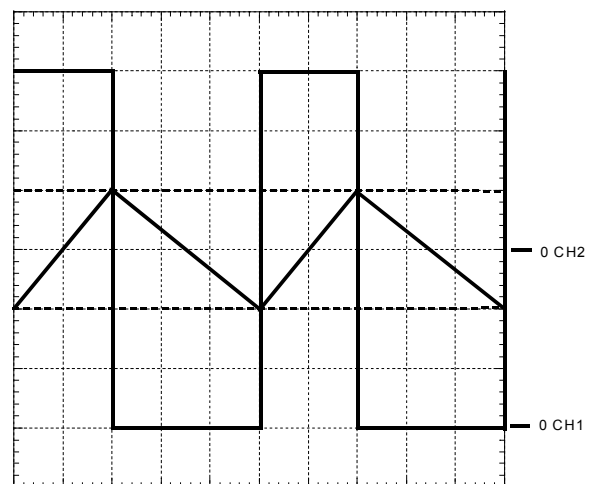

Figure 4
L'oscillogramme de la figure 4 fournit un relevé de tensions effectué alors que la source  $E_0$  fournit une puissance  $P = 3 \text{ kW}$ .
**2.2.4.4.** Déduire de l'oscillogramme de la figure 4 et des conditions de réalisation de l'essai correspondant (il ne s'agit pas de l'essai initial pour lequel  $E = 100 \text{ V}$  mais de celui présenté à la **question 2.2.4.**) :